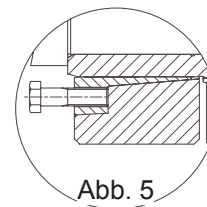

Abb. 5
- Falls sich die Kupplungsringe nach dem Lockern der Schrauben nicht von selbst lösen sollten, einige Schrauben (2 Schrauben um 180° oder 4 Schrauben um 90°) in die Abzugsbohrungen des Innenrings einsetzen (siehe Abb. 5) und diese jeweils um nur eine Drehung anziehen, u.z. bei 2 Schrauben abwechselnd oder bei 4 Schrauben im Kreis